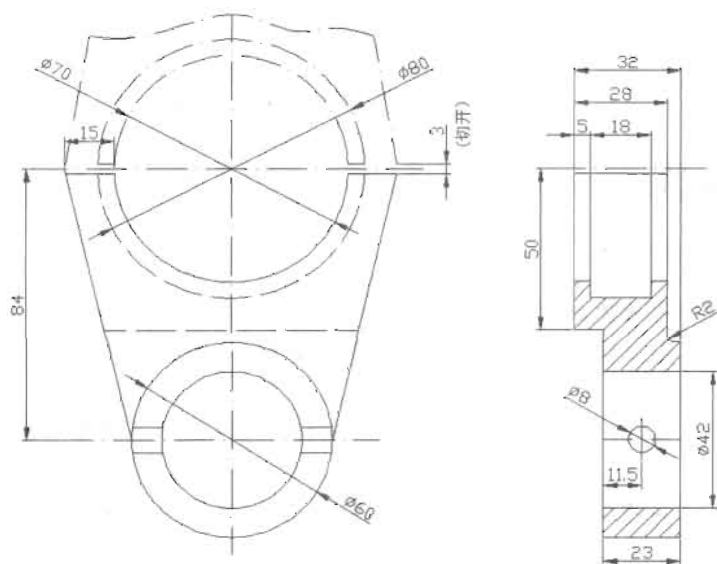

图 6-91
(2) 绘制如图 6-91 所示的拨叉主视图 (左为主视图, 右为剖视图)。